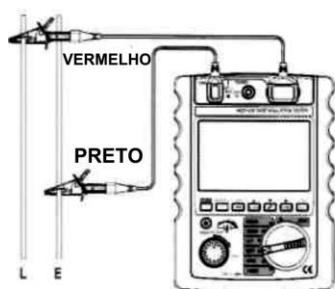

Figura 4
5.1 Medição da voltagem (Como é mostrado na Figura 4)